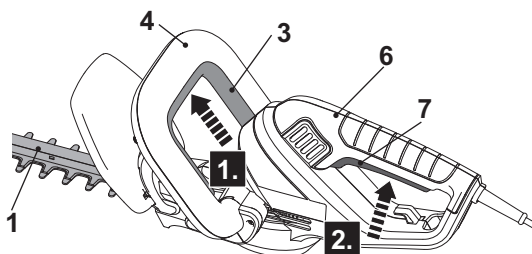

Fig. 4
1. Asegúrese de que el dispositivo de corte (cuchilla) (1) no toque ningún objeto. Retire la cubierta de la cuchilla (11) del dispositivo de corte (cuchilla) (1) antes de encender el producto.
2. Sujete el producto con una mano en el mango delantero (4) y con la otra en el mango trasero (6).
3. Pulse el interruptor de seguridad (3) y manténgalo en posición (Fig. 4, paso1).
4. Pulse el interruptor de encendido/apagado (7) para encender el producto (Fig. 4, step 2).
5. Suelte el interruptor de encendido/apagado (7) o el interruptor de seguridad (3) para apagar el producto.